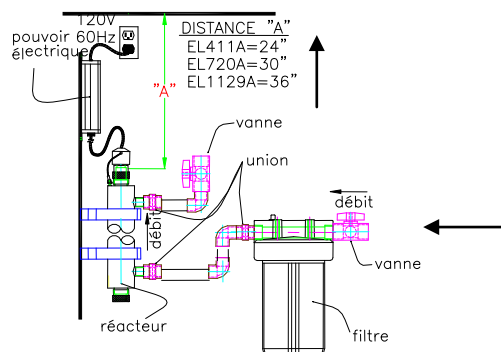

Figure 1.
Votre système de désinfection UV doit être la dernière étape de filtration à votre chaîne de traitement d'eau. Choisir un emplacement avec un accès facile à une prise électrique de 120VAC. Noter la direction du débit d'eau sur l'appareil. Référez vous à la figure 1 pour une installation typique et assurez vous d'avoir en main tous les raccords nécessaires à l'installation.
Une distance minimum (“A”) de dégagement est nécessaire afin de retirer la lampe UV du réacteur. Si cela n’est pas possible le réacteur peut être enlever de ses supports de montage afin d’effectuer un entretien. L’utilisation de raccords de type *union* sur l’entrée/sortie facilitera cette opération. Voir figure 1.
6. Installer la nouvelle plomberie tel que décrits à la figure 1. Note: Si vous installez un pré filtre, utiliser une cartouche de 5 micron tout en vous assurant que le débit d’eau est dans la bonne direction.